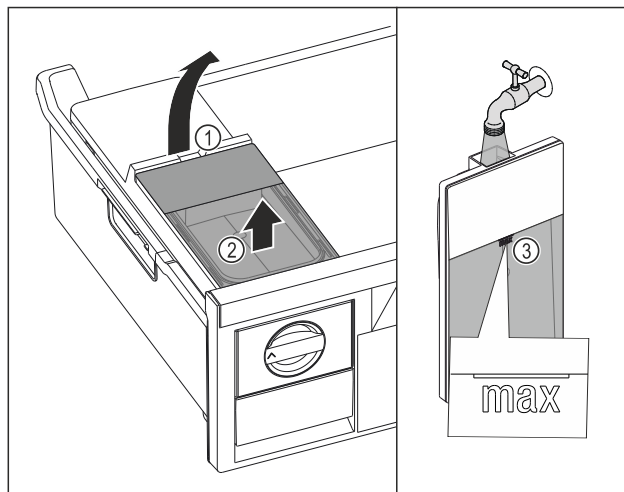

Fig. 71
- Soulever le réservoir d'eau par l'encoche Fig. 71 (1).
- Retirer le réservoir d'eau par le haut. Fig. 71 (2)
- Remplir le réservoir d'eau potable jusqu'au repère Fig. 71 (3).